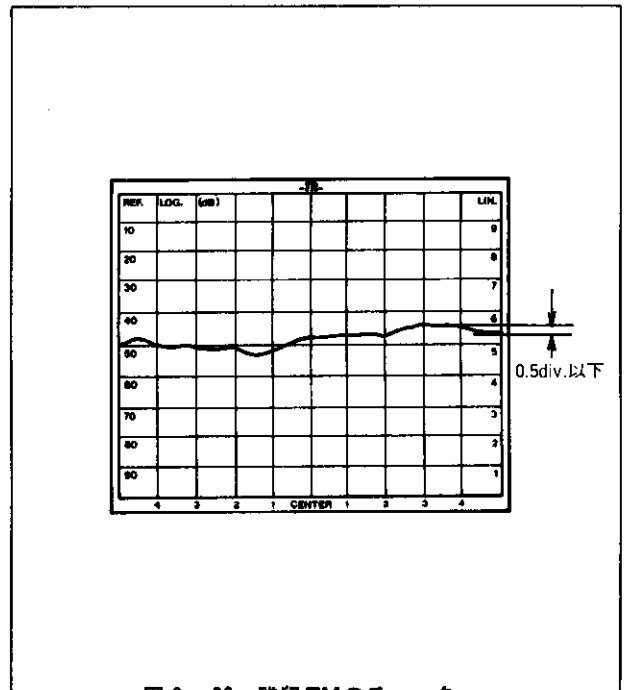

図3-20 残留FMのチェック
4. DISPERSION/DIV. を0の位置に設定し、TUNING-FINEつまみを回して、管面上に波形がでるようにします。そのとき、波形のレベルが管面水平軸の1div.に対して、管面垂直軸の変化が0.5div. (1kHz) 以下であることをチェックします。〔図3-20〕